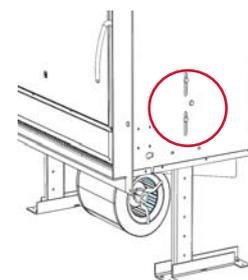

Figure 7
- Sur l'OPTI, déterminez la hauteur (pieds télescopiques). Il est impératif de goupiller les pieds. Pour cela: forer un diamètre de 5,25 avec la mèche fournie et placer les vis M6 AUTOTARAUDEUSES (fig.7)